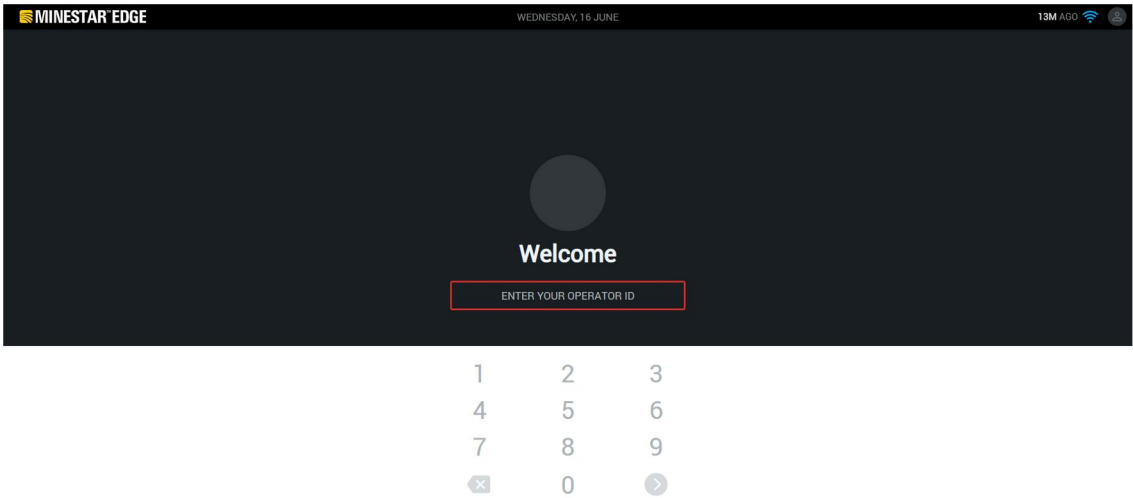

Рисунок 4
2. Натисніть вкладку й введіть ідентифікатор оператора за допомогою спливаючої клавіатури, як показано на рис. 4 .